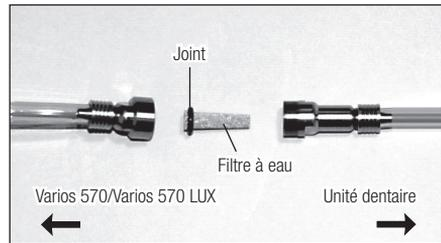

Fig.20
- 3) Une fois que le logement du filtre à eau est séparé, le filtre peut être enlevé, comme l'illustre la Fig. 20.